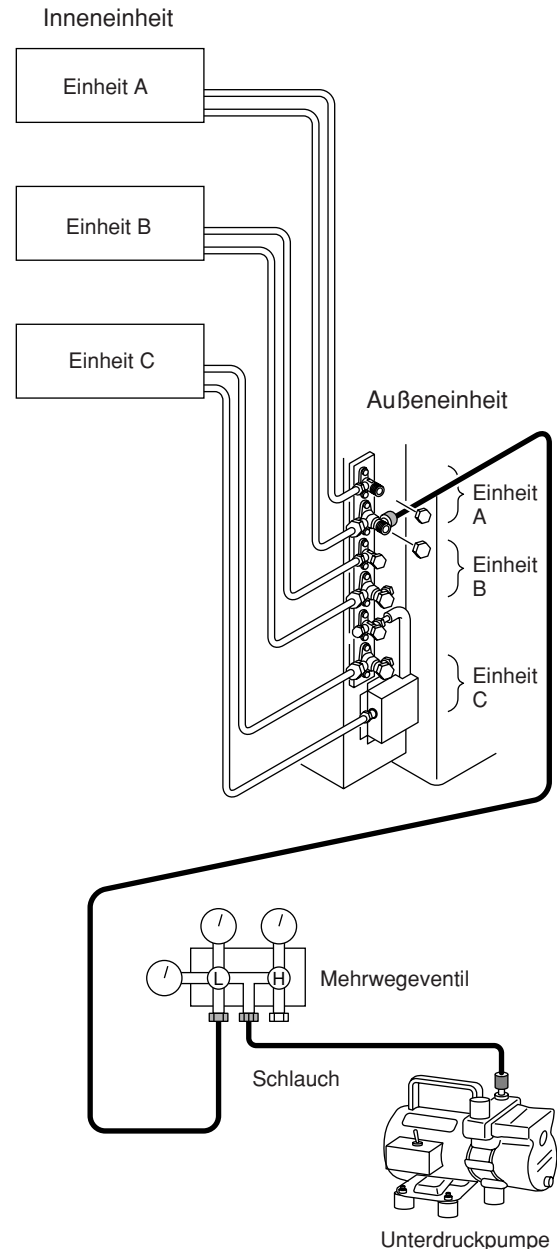

Abb. 8-3
- (1) Unterdruckpumpe und ein Mehrwegeventil (mit Manometern) an das Absperrventil der Rohrleitung mit großem Durchmesser anschließen, die zu Einheit A führt. (Abb. 8-3)
- (1) Spannungsversorgung einschalten.
- (2) Wahlschalter der Inneneinheit in Stellung TEST bringen. Dadurch werden die Gebläse eingeschaltet, die einen nicht gekühlten Luftstrom erzeugen. Die Kontrollleuchte OPERATION bzw. OPR brennt. (Abb. 8-3)
- (3) Nach 3 Minuten beginnt die Anlage mit dem Kühlbetrieb, woraufhin der Luftstroms spürbar kälter wird. Solange sich der Schalter in Stellung TEST befindet wird der Kühlbetrieb nicht von der Raumtemperatur beeinflusst.
- (4) Nach Beendigung des Probelaufs den Wahlschalter zunächst in Stellung OFF, anschließend in Stellung ON bringen.
- (5) Mit der Taste ON/OFF auf der Fernbedienung wird die Klimaanlage abgeschaltet.